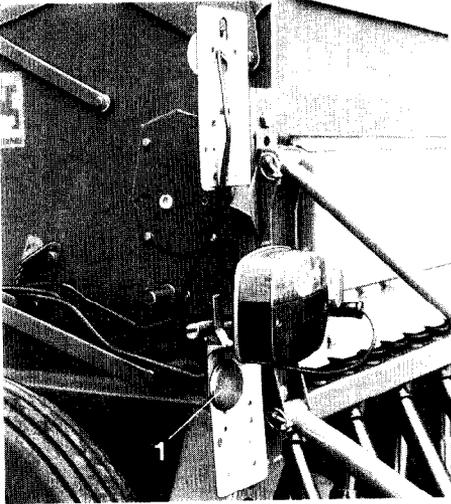
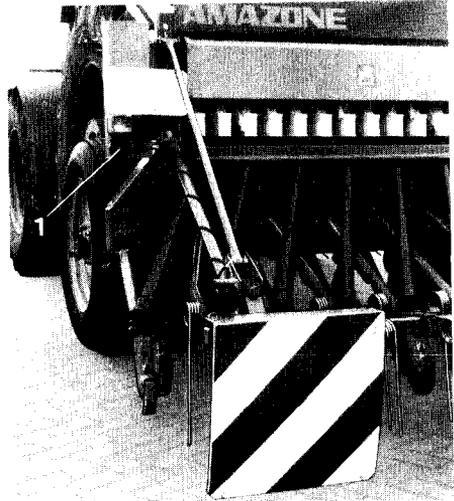

Fig. 31
Fig. 32
- Die gesetzlich zugelassene Beleuchtung auf die seitlich befestigten Leuchtenträger aufstecken (Fig. 31), und zwar oben in Fahrtrichtung und unten für die Beleuchtung nach hinten. Sämaschine nur so hoch anheben, daß der Abstand von der Fahrbahn zu den Rückstrahlern (Fig. 31/1, Fig. 32/1) 900 mm nicht überschreitet. Die Figur 32 zeigt die fest montierte Beleuchtung (Bestell-Nr. 30690), die auch auf dem Feld nicht abgenommen wird.